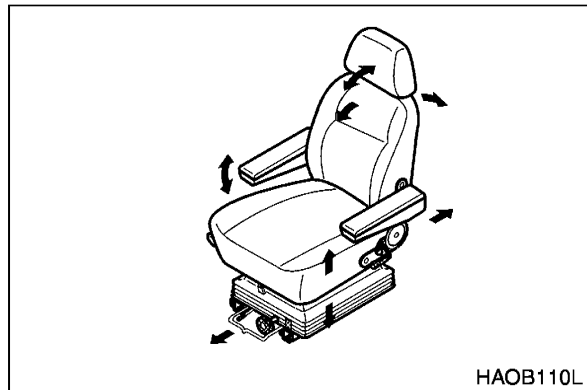

Figure 67
1. ADJUSTING SEAT FORWARD/BACKWARD LEVER (FIGURE 67)
2. ADJUSTING SEAT'S ANGLE AND HEIGHT LEVER (FIGURE 67)